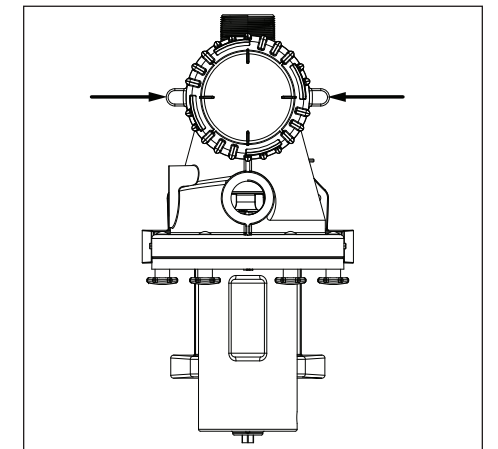

Figura 3 - Anillos de fijación
Libere toda la presión del filtro, la bomba y el sistema de tuberías, consulte el manual del propietario del filtro. En un sistema de succión inundado (fuente de agua a una altura mayor que la de la bomba), la bomba se cebará automáticamente cuando se abran las válvulas de succión y descarga. Si la bomba está ubicada por encima del nivel de agua normal de la piscina quite el ensamble del anillo y cubierta y llene lentamente el cesto y la bomba con agua. Limpie e inspeccione el anillo en O; vuelva a instalarlo en el colector. Vuelva a colocar el ensamble del anillo y la cubierta y gírelo hacia la derecha para apretar la cubierta (vea Figura 3).
El anillo de sujeción debe estar trabado con el cuerpo de la bomba. Presione hacia abajo y gire hasta que se sientan los topes internos. Las lengüetas alineadas correctamente como se muestran en la Figura 3, aseguran que la tapa está sujeta con seguridad. Si no se aprieta el anillo de sujeción como se indica se reducirá la resistencia del producto, dando como resultado una falla de los componentes y lesiones corporales.
- La tapa del canasto se debe girar y bloquear en su posición como se indica en la Figura 3.